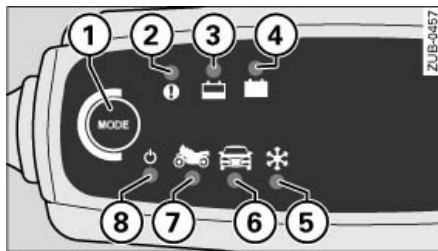

Abb. 6 MODE-Taste und Kontrollleuchte Stand-by
- Blättern Sie per Druck auf die MODE-Taste ⇒ Abb. 6 **①** bis die Kontrollleuchte Stand-by **⑧** leuchtet.